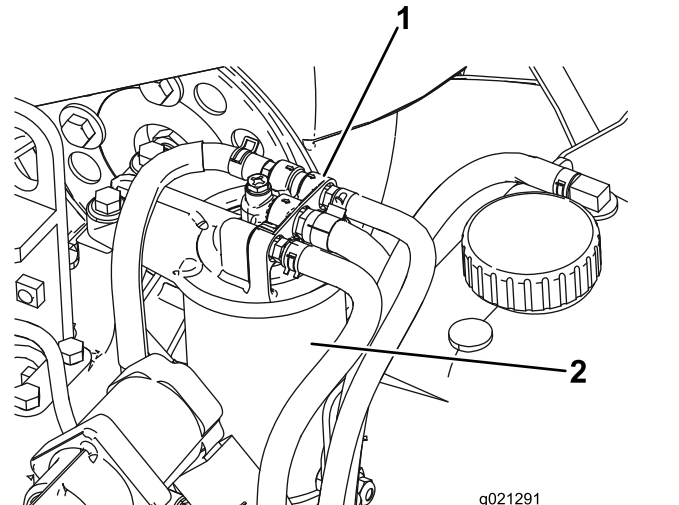

Figura 95
2. Limpe a zona em torno da cabeça do filtro de combustível (**Figura 95**).
3. Retire o filtro e limpe a superfície de montagem da cabeça do filtro (**Figura 95**).